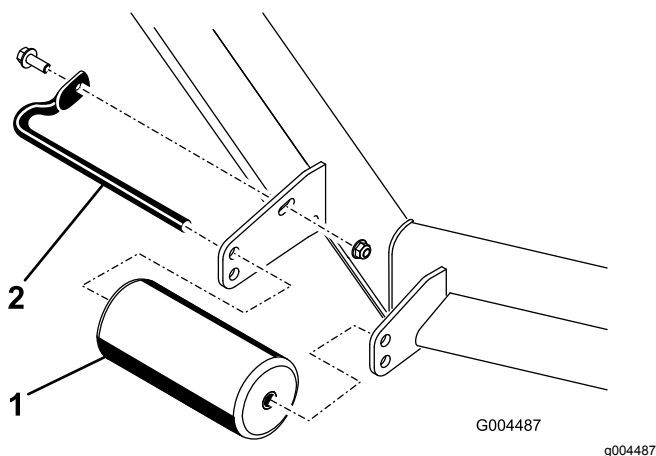

Figura 47
4. Togliere i fermi di fissaggio da ciascun rullo sul piatto di taglio, ed alzare o abbassare i rulli come opportuno; vedere da Figura 47 a Figura 51 come opportuno per il vostro tosaerba.
- Montate i fermi come illustrato dalla Figura 47 alla Figura 51.